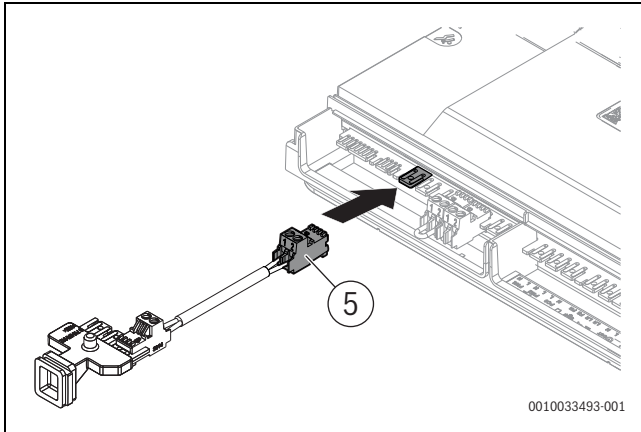

Bild 115 BUS-Kabel am BUS-Steckplatz der Klemmleiste anschließen
- ▶ BUS-Kabel der Anschlussleiste (→ Bild 115, [5]) am BUS-Steckplatz der Klemmleiste anschließen.